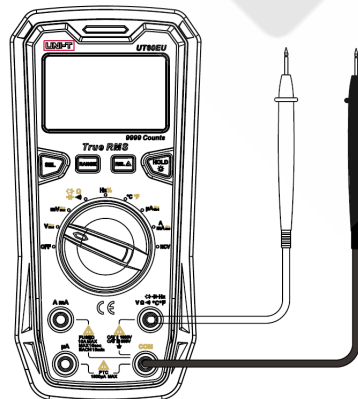

Рисунок 2
### 9.1. Измерение переменного и постоянного напряжения (см. рисунок 2)
**9.2. Прозвонка электрических цепей (см. рисунок 2)**
**9.3. Измерение сопротивления (см. рисунок 2)**
**9.4. Проверка диодов (см. рисунок 2)**
**9.5. Измерение емкости (см. рисунок 2)**
**9.6. Измерение частоты (см. рисунок 2)**
**9.7. Измерение коэффициента заполнения (см. рисунок 2)**